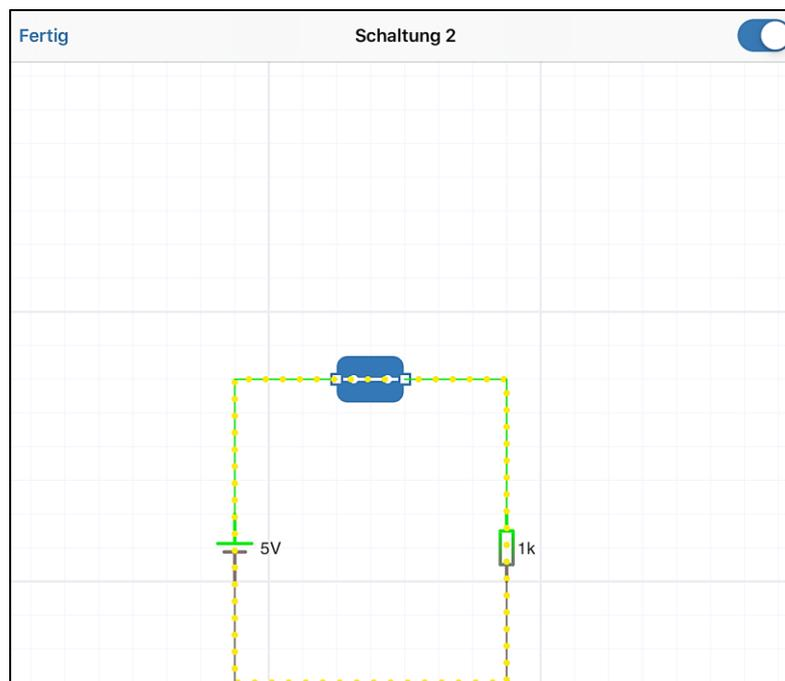

Abb. 8: Simulationsfenster
8. Nun kann durch zweifaches Tippen auf den Schalter, der Stromkreis geschlossen werden und im Simulationsmodus wird der Stromfluss, wie in Abb. 8 dargestellt, farblich nachgebildet.